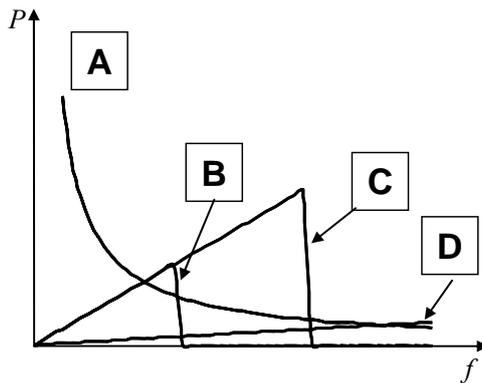

Bild 1: Frequenzabhängigkeit der Verlustanteile
a) Das Diagramm in Bild 1 zeigt die Kupfer-, Wirbelstrom- und Hystereseverluste ( $P_{cu}, P_w, P_{hys}$ ) des Transformators für beide Eisenkerne über der Frequenz dargestellt. Überlegen Sie sich, welcher Verlustanteil ab einer gewissen Frequenz ausfällt und geben Sie an, für welchen Eisenkern dies zuerst geschieht. (1 Punkt)